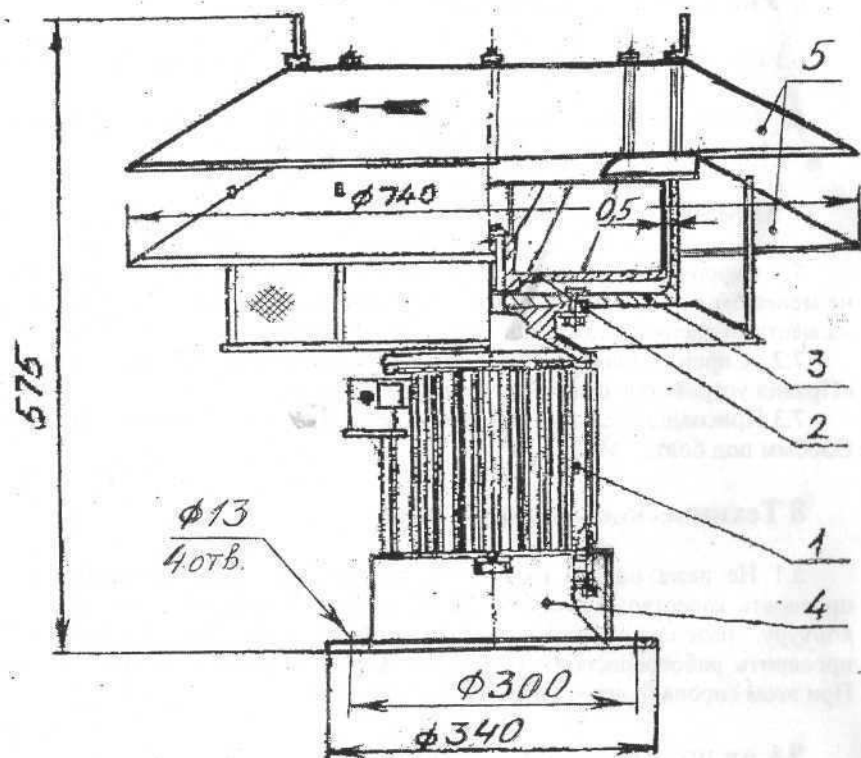

Рис. 1.
3.1 Сирена состоит из следующих основных узлов и деталей (рис.1)